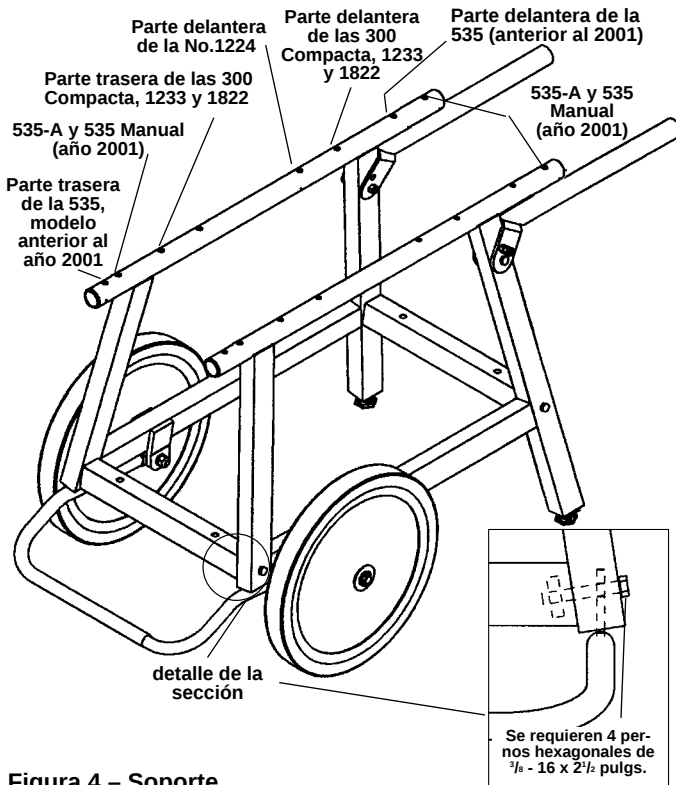

Figura 4 – Soporte
- Ensamble el soporte con las calcomanías interiores apuntando hacia el interior del soporte (Figura 4).
- Introduzca las barras del freno en la parte de abajo de las patas, como se muestra en el dibujo. Use los cuatro (4) pernos hexagonales de $\frac{3}{8}$ - 16 x 2 $\frac{1}{2}$ pulgs. para fijar las patas a la viga cruzada. Ponga las dos mitades del freno del soporte a la distancia correcta para que encajen en las patas traseras del soporte. El Soporte No. 100 con Patas y Bandeja no requiere la barra de frenado ni la incluye.
CUIDADO Para funcionar en forma óptima y equilibrada, las máquinas RIDGID deben montarse al soporte sobre los agujeros correctos (Figura 4).